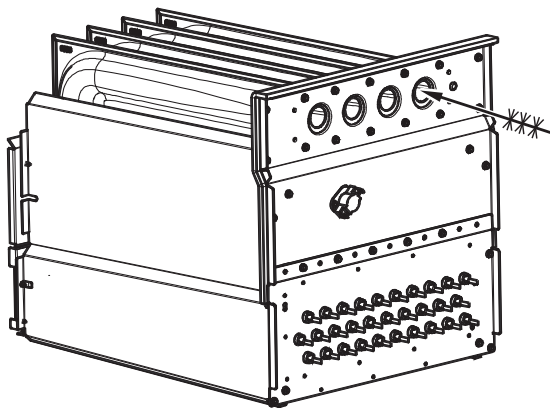

Fig. 68 – Nettoyage de la cellule de l'échangeur thermique A11273
- Nettoyez les ouvertures de l'échangeur thermique à l'aide d'un aspirateur et d'une brosse douce. Consultez la Fig. 68.